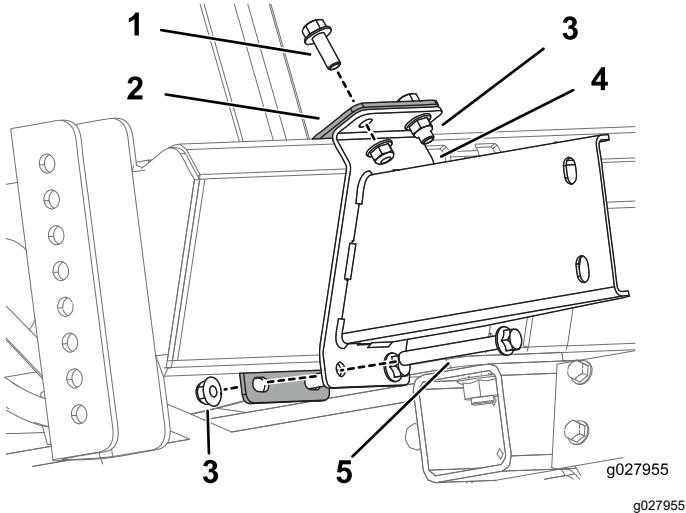

Figura 11
3. Sujete el soporte inferior y el refuerzo del soporte inferior al bastidor usando 2 pernos (3/8"-16"), 2 pernos (3/8"-16 x 3 1/2") y 4 tuercas con arandela prensada (3/8"-16"), según se muestra en Figura 11.